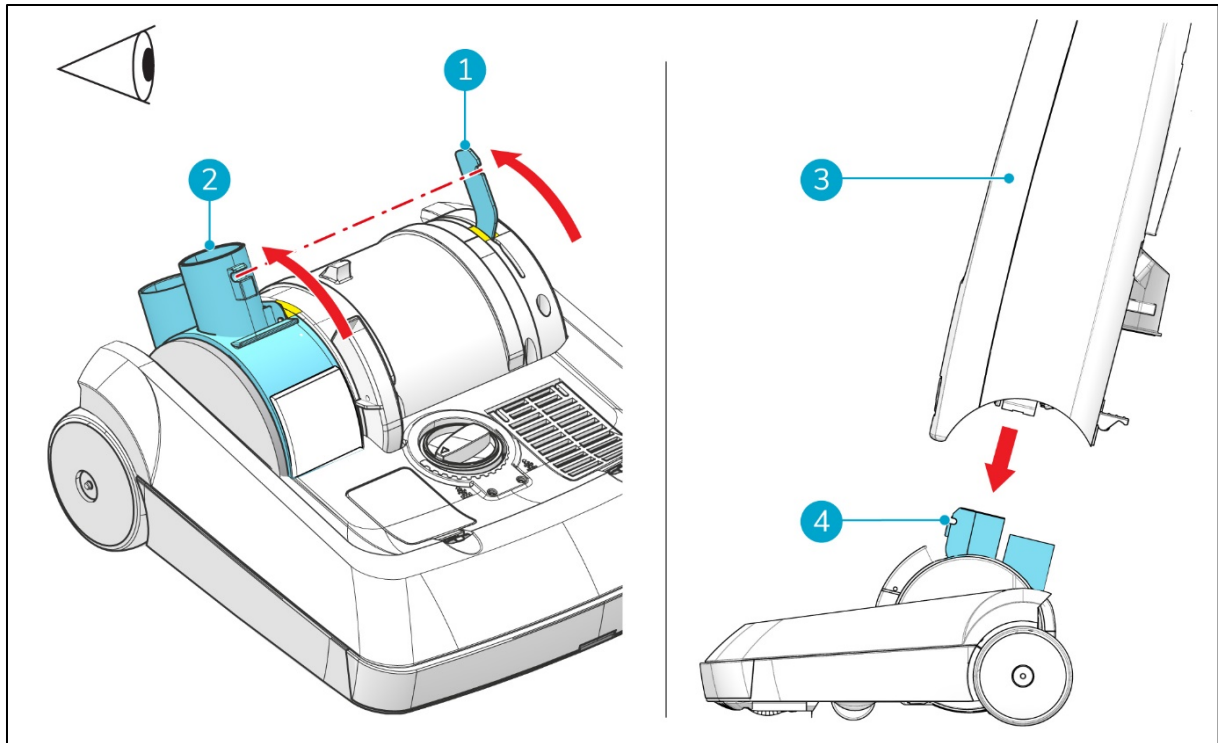

Figura 8
1. Ajusta el eje giratorio con muescas para alinear su marca amarilla con la marca amarilla de la cubierta lateral del motor (Figura 8, pos. 2).
2. Ajusta la palanca de acero con la marca amarilla del lado derecho de la cubierta del motor (Figura 8, pos. 1).
3. Levanta la parte superior del cuerpo (Figura 8, pos. 3) e insértala en la unidad del cepillo inferior.
4. Presiona la parte superior del cuerpo hasta que quede bloqueada por los ganchos de la unidad del cepillo (Figura 8, pos. 4).